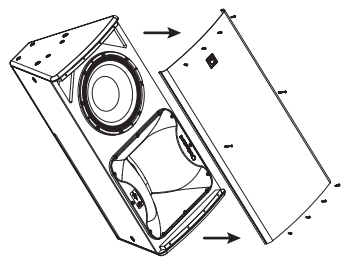

Fig. 1
2. Retirez les 10 vis posi-drive qui maintiennent la grille en place et mettez la grille de côté (fig 1).
14. Remontez la grille (fig 1) et vérifiez la phase de l'armoire avant utilisation.